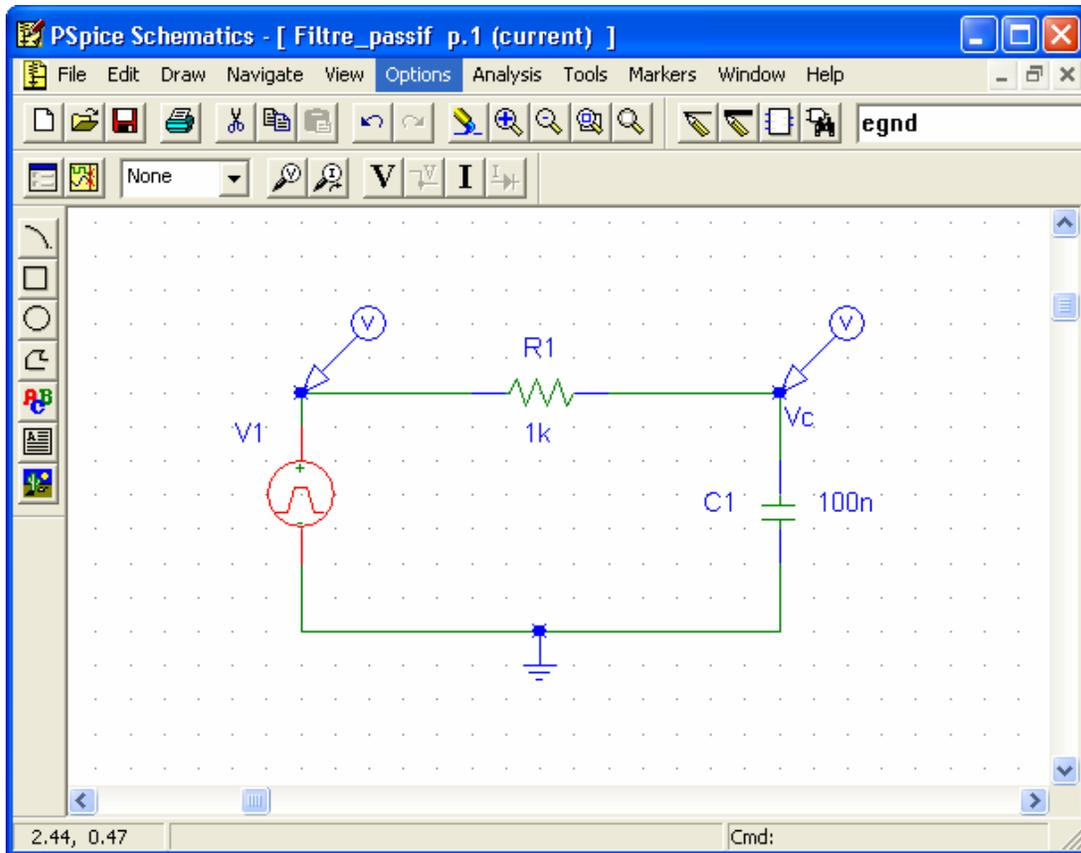

Figure 1.3 : Schéma d'un circuit RC avec PSpice Schematics.
- En cliquant sur un bout de ligne du dessin, un nom doit être attribué à ce point de circuit (voir *vc* sur le dessin présenté à la figure 1.3).
Une fois que toutes ces étapes sont complétées, votre schéma final doit ressembler à la figure 1.3 :